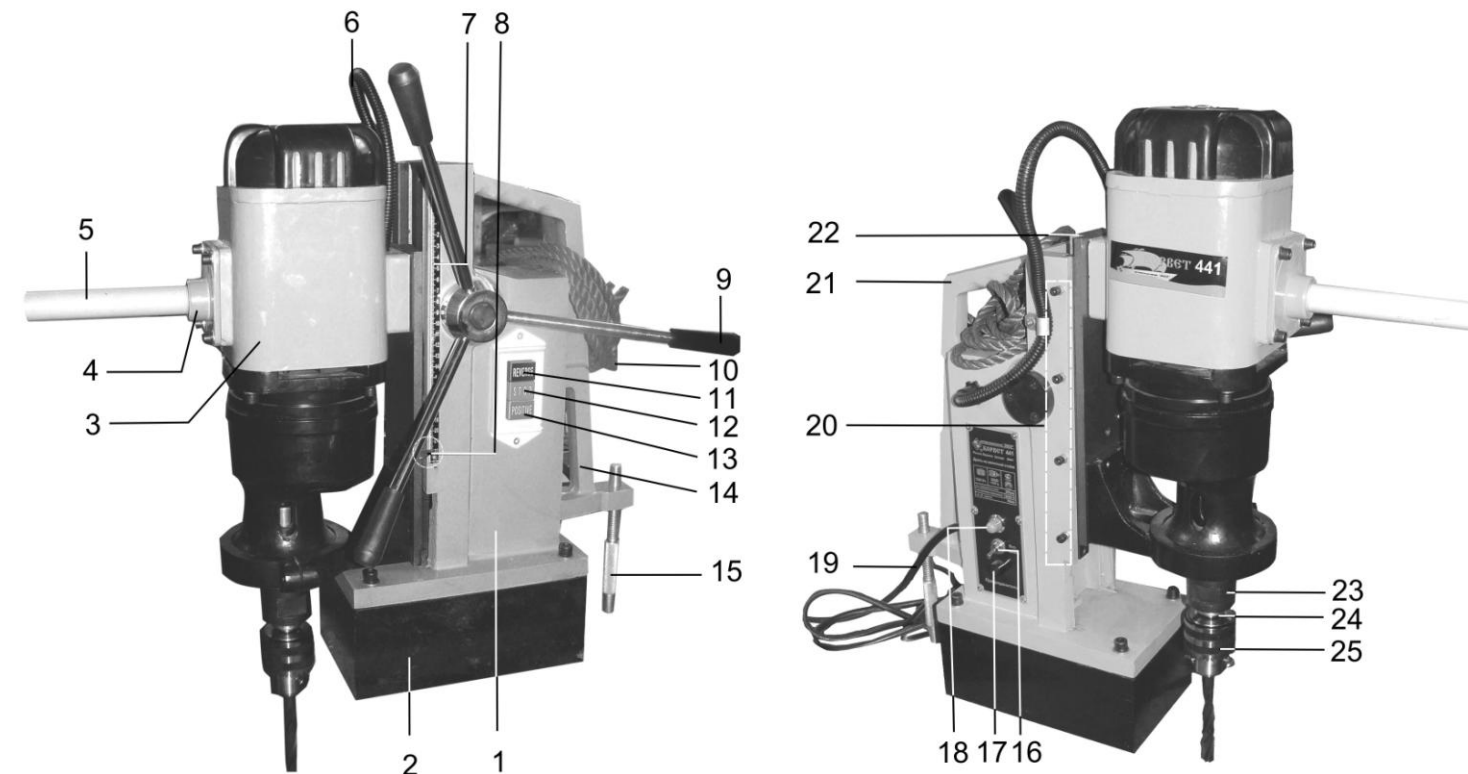

Рис. 2
5. Сгорел предохранитель	5. Заменить предохранитель (17), Рис. 2
7. УСТРОЙСТВО СТАНКА (Рис. 2)
Переносите станок за ручку (21) или (14), Рис. 2.
Обеспечьте устойчивое положение станка на горизонтальной поверхности вращением опоры (15), Рис. 2. Опора (15), Рис. 2, предотвращает опрокидывание станка назад.
8.2. Вверните до упора три ручки (9), как показано на Рис. 2. Вверните до упора ручку (5) во втулку (4), Рис. 2.
Закрепите сверлильный патрон (12) в сборе с дорном (11) на шпинделе (23), Рис. 2, легким ударом через деревянный брусок. Кулачки сверлильного патрона (12), Рис. 2, при этом должны быть сведены.
8.4. Протяните через ручку (21) или (14) страховочный трос (10), Рис. 2
9. ИНСТРУКЦИИ ПО ЭКСПЛУАТАЦИИ (Рис. 2)
9.1.2. Перемещение сверлильной головки (3) по рейке (22) соответственно осевому перемещению режущего инструмента задается вращением ручки (9), Рис. 2.
9.1.3. Контроль и регулировка глубины сверления «глухих» отверстий производится с помощью шкалы (7) и указателя (8), Рис. 2.
9.1.4. Плавность хода сверлильной головки (3) регулируется четырьмя винтами (20), Рис. 2.
Если движение затруднено, ослабьте каждый винт (20) на 1/4 оборота и закрепите новое положение контргайками винтов (20), Рис. 2.
9.2. Монтаж и работа (Рис. 2)